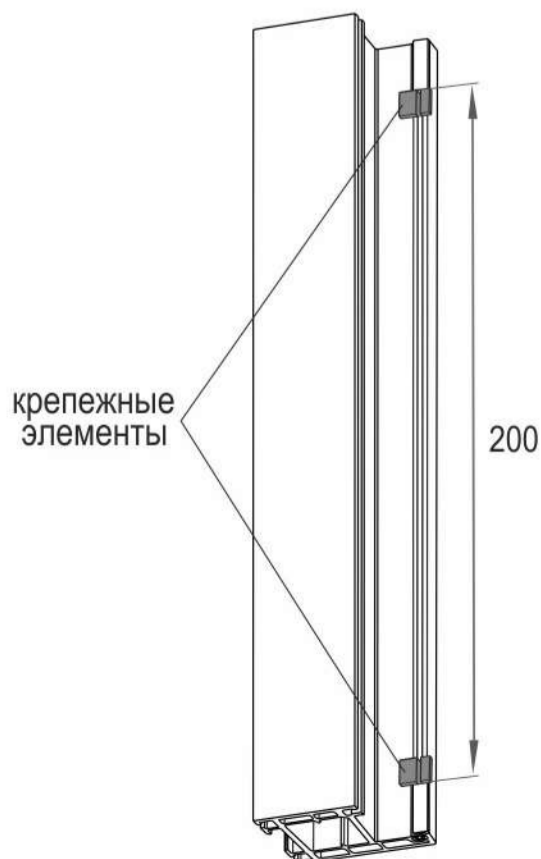

рис. 9
6. Удалить фрагмент штатного уплотнителя на створке длиной 200 мм в месте установки клапана. Установить крепежные элементы из комплекта (рис. 9)